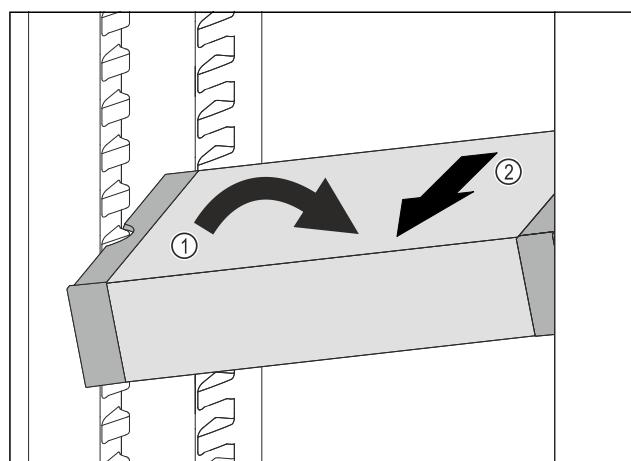

Fig. 129
- Poziționați oblic VarioSafe în frigider. Fig. 129 (1)
- Extrageți VarioSafe spre înație. Fig. 129 (2)